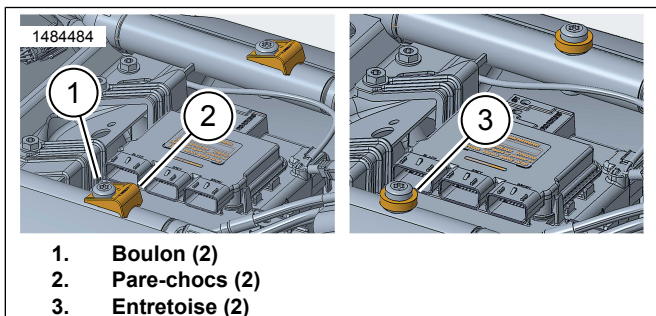

Figure 2. Retrait du pare-chocs / installation de l'entretoise
1. Voir la Figure 2. Retirer les pare-chocs.
- a. Retirer les boulons (1). Conserver.
- b. Retirer les pare-chocs (2). Jetez-la.
- c. Installer des entretoises (3).
- d. Installer des boulons (1) Équipement d'origine (OE). Serrer.